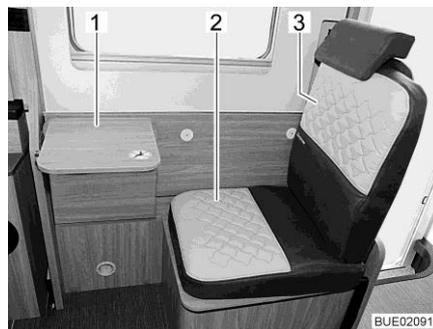
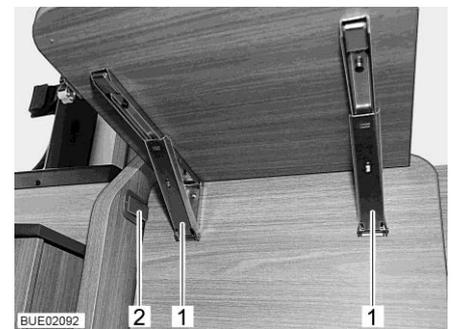

Fig. 27 Asiento adicional con mesa plegable
Fig. 28 Pestañas en la mesa plegable
- Instalar el cojín del asiento incluido (Fig. 27,2) y el cojín del respaldo (Fig. 27,3).
- Girar la parte delantera del banco longitudinal hacia arriba hasta que engatille en la pestaña de plástico (Fig. 28,2).
- Plegar el tablero de la mesa hacia abajo: Desbloquear ambas pestañas (Fig. 28,1) y girar el tablero de la mesa (Fig. 27,1) hacia abajo.